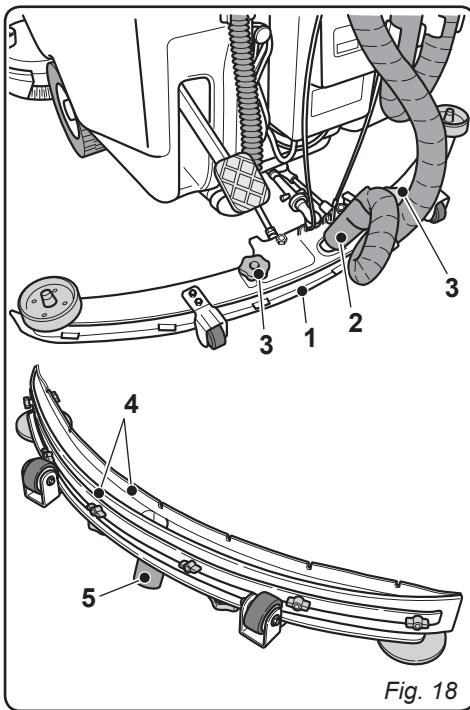

Fig. 18
- Enlever le couvercle (1).
- Soulever le réservoir (2).
- En laissant le tuyau (3) baissé et le bouchon retiré, grâce à un tuyau, verser de l'eau courante à l'intérieur du réservoir (2), en le nettoyant jusqu'à ce que de l'eau propre sorte par le tuyau de vidange.
- Mettre une main à l'intérieur du réservoir et nettoyer avec un chiffon humide les sondes de niveau (4) en faisant attention à ne pas les déformer.
- Dévisser la vis à six pans (5) et retirer le couvercle du filtre (6).
- Retirer et nettoyer le filtre (7) d'aspiration en retirant d'éventuels bouts de papiers, de bois, etc., qui pourraient l'obstruer.
10.1.c - Nettoyage du groupe suceur (Fig. 18)